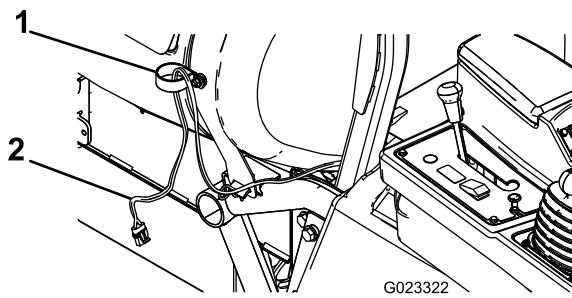

Figure 3
- Faites passer le côté dévidoir du faisceau de câblage dans le collier en R, comme montré à la Figure 3.